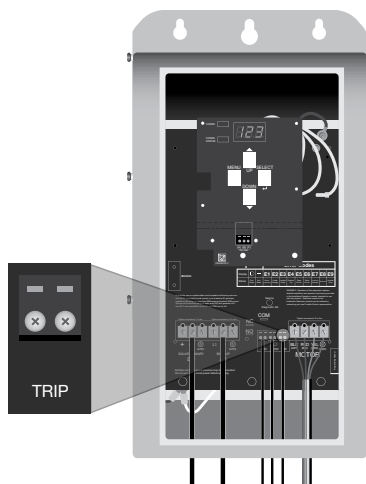

Figura 7: Conexión del cableado del interruptor de flujo
1. Conectar los cables desde los terminales del interruptor de flujo NO y COM, y al bloque terminal del SubDrive Solar etiquetado con "TRIP" (figura 7).